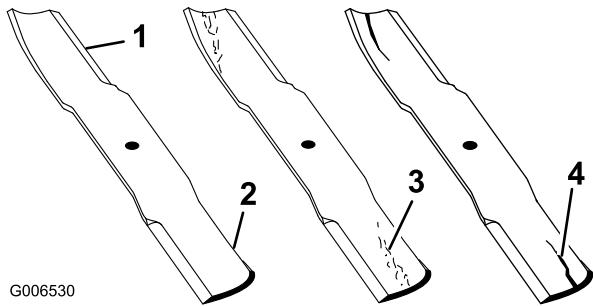

図 28
2. ブレードの切っ先を注意深く観察、特に、直線部と曲線部が交わる部分をよく観察する（図28）。この、直線部と曲線部の交差域は、砂などによる磨耗が進みやすい部分なので、機械を使用するまえによく点検することが必要。磨耗が大きい場合には（図28）危険であるから交換する；「ブレードの取り外し」を参照。
ブレードの磨耗を放置すると、ブレードのセール部と平坦部との間に割れ目が発生する（図28）。この割れ目が拡大すると、最終的にはブレードがちぎれてハウジングの下から飛び出し、これがオペレータや周囲の人間に重大な人身事故となる。